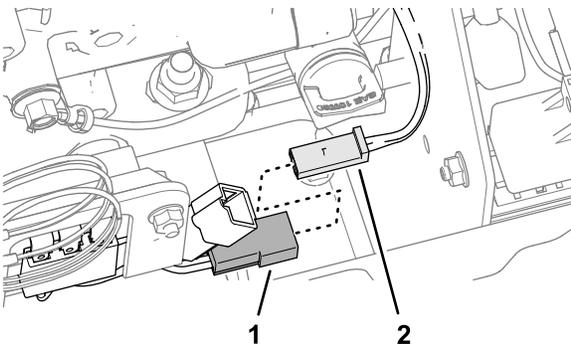

Bild 24
3. Führen Sie den 2-poligen Stecker des Spannungsregelungs-Kabelbaums in den 2-Buchsen-Stecker für den Maschinenkabelbaum (Bild 24).